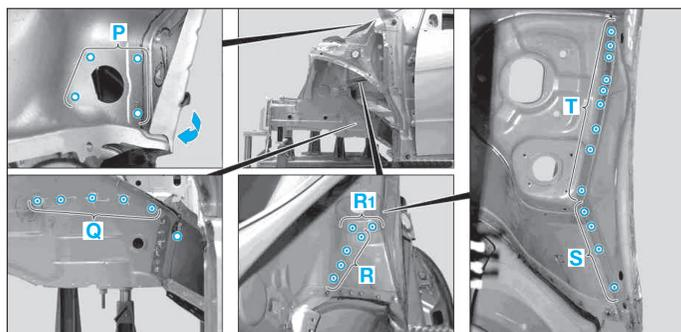

FIG. 12
- Courber vers le haut la bride (flèche) sur la partie supérieure du demi-bloc pour une meilleure accessibilité à la zone (P) (Fig.12).